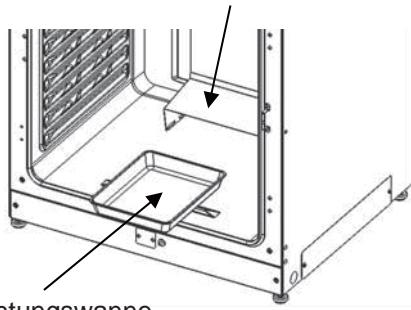

Abb. 1
2. Setzen Sie die Befeuchtungswanne und deren Abdeckung ein (Abb. 1).